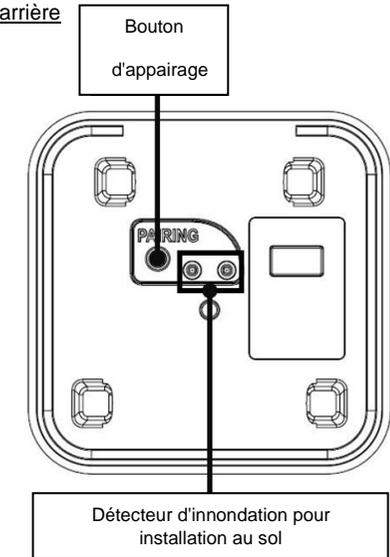

Figure 2
4. Appuyez sur le bouton "Pairing" situé à l'arrière de l'appareil (figure 2) et attendez que la LED verte/rouge cesse de clignoter.